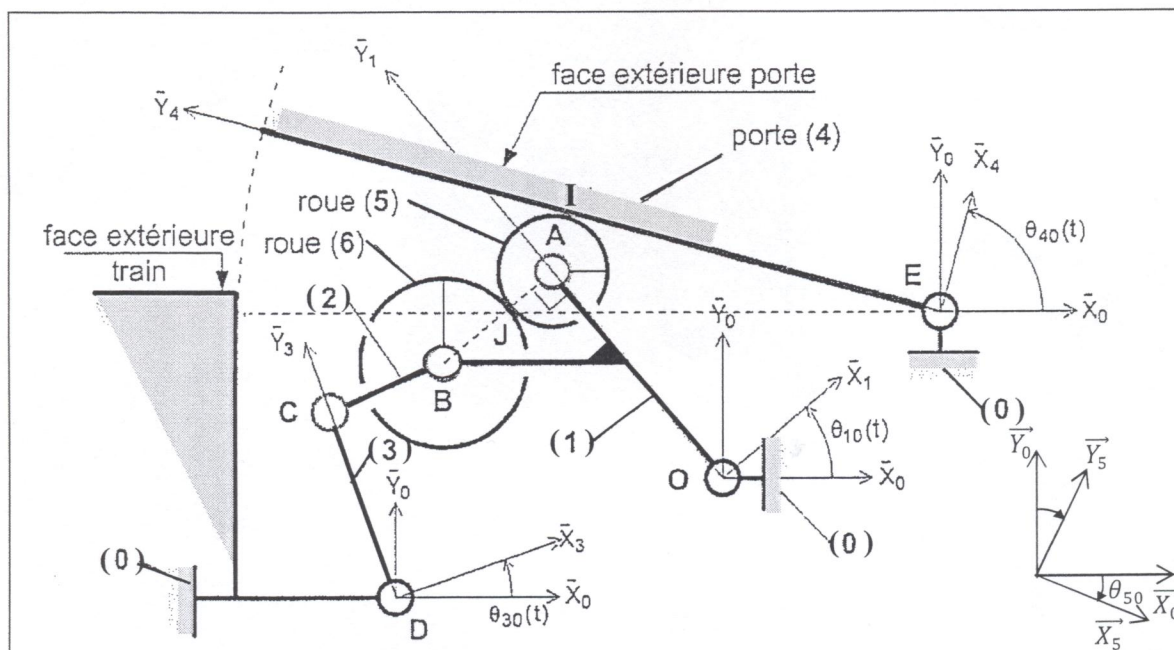

Figure 1
On s'intéresse aux performances du système d'ouverture – fermeture de portes de TGV dont on donne une description structurée. Le mécanisme d'ouverture de la porte est mis en mouvement grâce à l'action d'un unique moteur électrique. Le rotor de cet actionneur est solidaire de la roue (6) alors que son stator est fixé sur le bras (1) qui est animé d'un mouvement de rotation autour de l'axe (O, \vec{z}_0) (voir Figure 1). La roue motrice (6) est en liaison pivot d'axe (B, \vec{z}_0) par rapport au bras (1). La roue (6) entraîne la rotation de la roue (5) provoquant alors le mouvement de la porte (4). La bielle (2) est en liaison pivot d'axe (B, \vec{z}_0) par rapport au bras (1). La bielle (3) est animée d'un mouvement de rotation autour de l'axe (D, \vec{z}_0) par rapport au bâti (0).